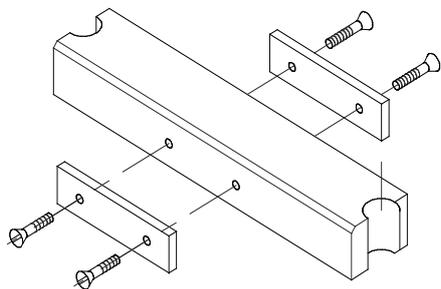

Figura 13.
Desviación en la línea central del tubo (C), (Figura 13):